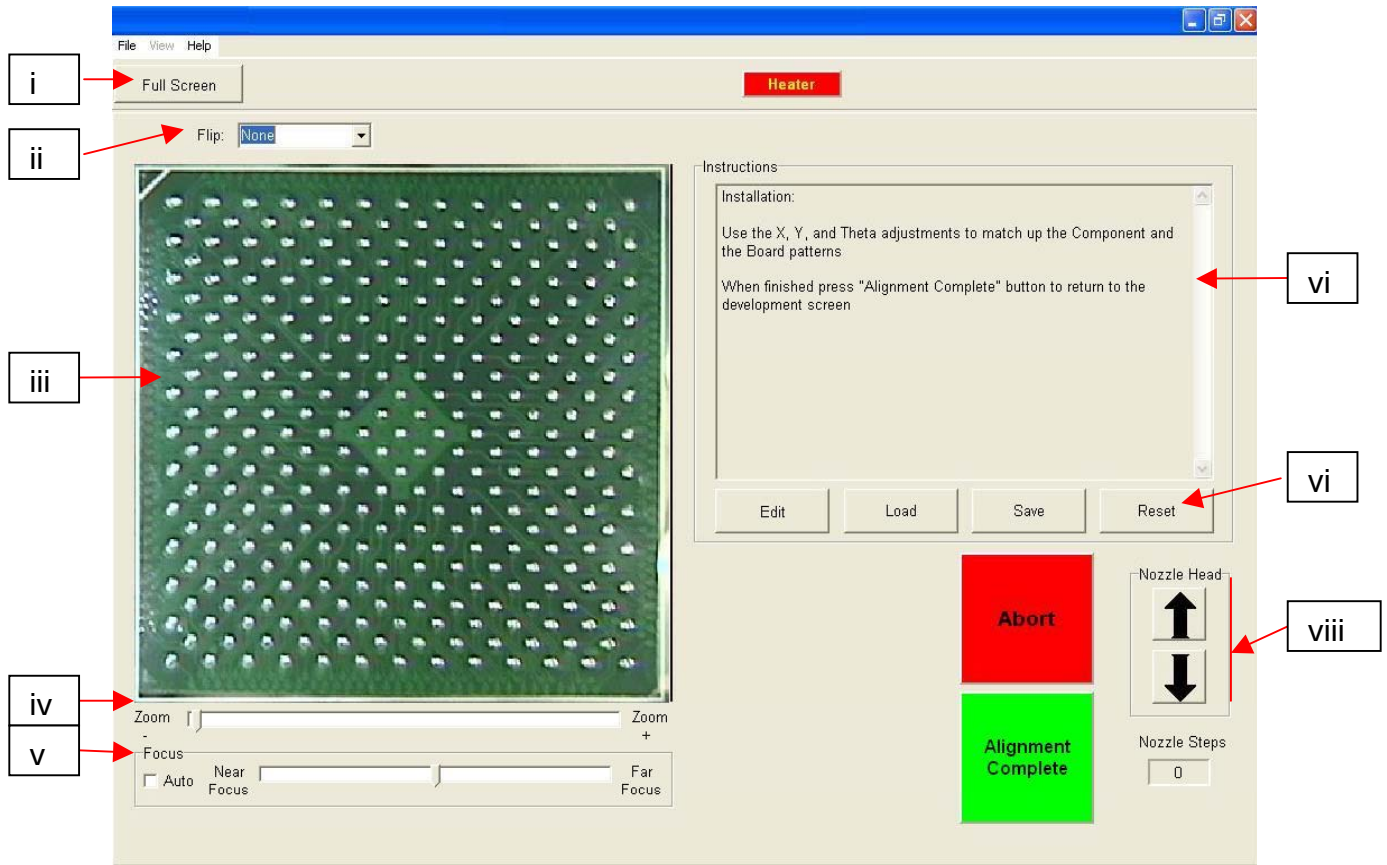

Figure 5
f. Fonctions de l'écran d'alignement (Figure 5)